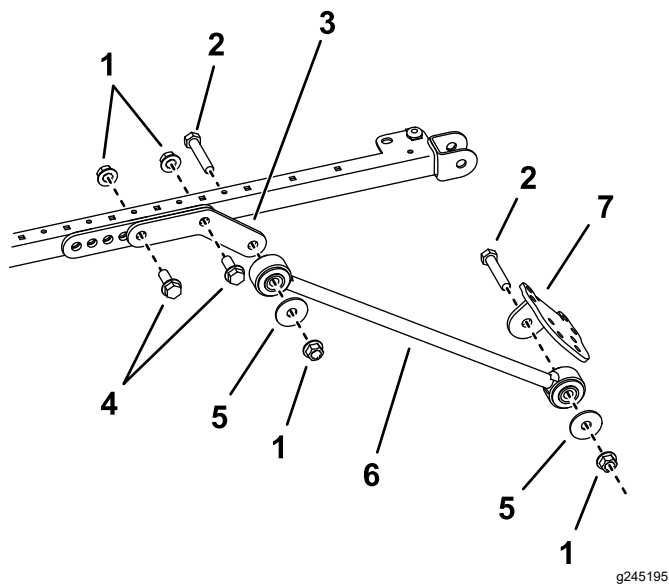

Figure 37
9. De chaque côté du cadre du pare-soleil, fixez légèrement une extension dans les trous arrière et central du support à l'aide de 2 boulons (½" x 1½") et de 2 écrous à embase (½"), comme montré à la Figure 37.
10. Fixez un renfort à l'extérieur de chaque extension à l'aide d'un boulon (½" x 2½"), d'une rondelle (½") et d'un écrou à embase (½"), comme montré à la Figure 37.
11. Fixez légèrement un support à chaque renfort à l'aide d'un boulon (1/2" x 2 1/2"), d'une rondelle (1/2") et d'un écrou à embase (1/2"), comme montré à la Figure 37.